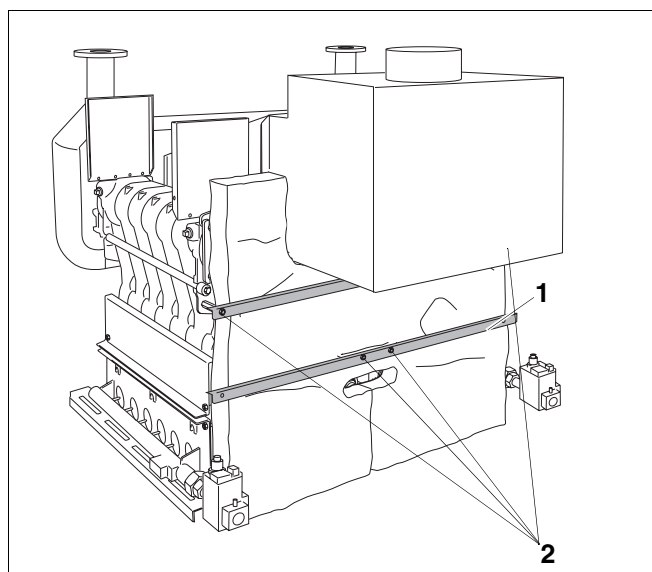
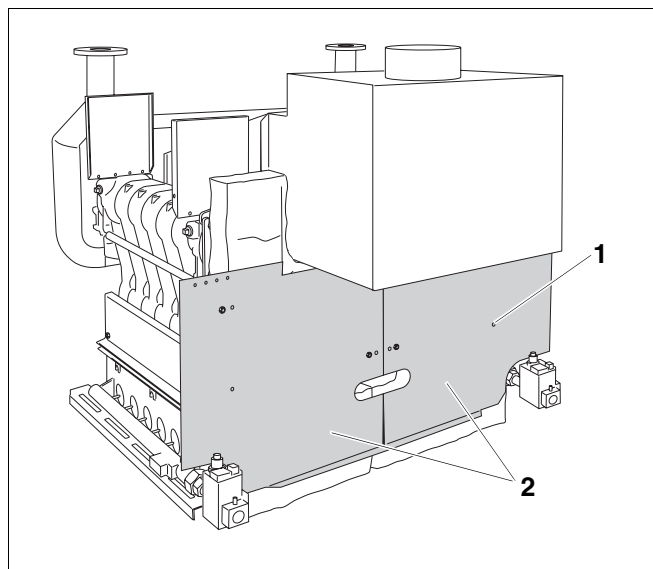

Рис. 47 Крепление задних уголков
Рис. 48 Установка задних стенок
Два задних уголка (рис. 47, **поз. 1**) находятся в упаковке пакета А.
- Надеть оба задних уголка (рис. 47, **поз. 1**) отбортовкой вверх на распорные шпильки М8 х 75 (рис. 47, **поз. 2**).
- Закрепить уголки, накрутив гайки М8 с напрессованной шайбой на распорные шпильки М8 х 75 (рис. 47, **поз. 2**).
- Надеть задние стенки (рис. 48, **поз. 2**) на распорные шпильки M8 x 75 (рис. 47, **поз. 2**, стр. 42).
- Закрепить задние стенки (рис. 48, **поз. 2**) винтами с плоской головкой 3,9 x 9,5 (рис. 48, **поз. 1** – 4 шт. на стенку) на задних уголках.